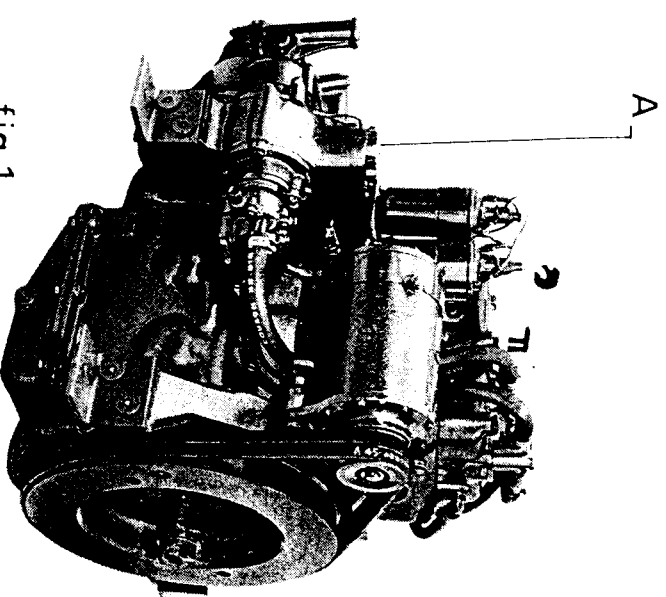
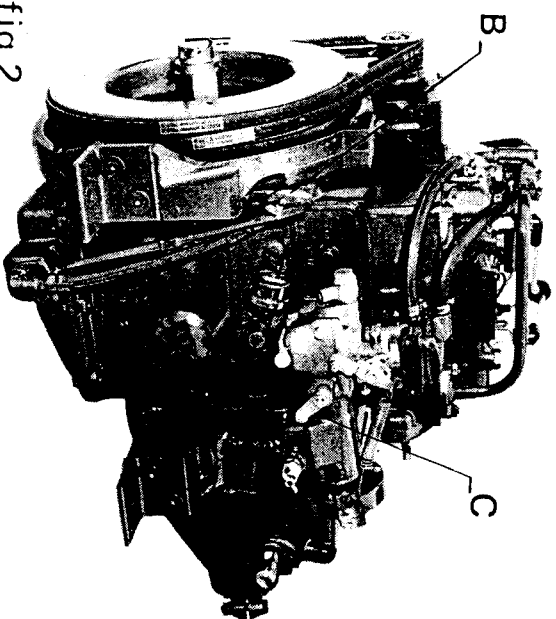

fig 1
fig 2
- Etablir le niveau d'huile par le bouchon (A) [fig. 1], jusqu'au trait supérieur de la jauge (B) [fig. 2] sans le dépasser. Quand il y a trop d'huile, elle freine le moteur et s'échauffe anormalement.